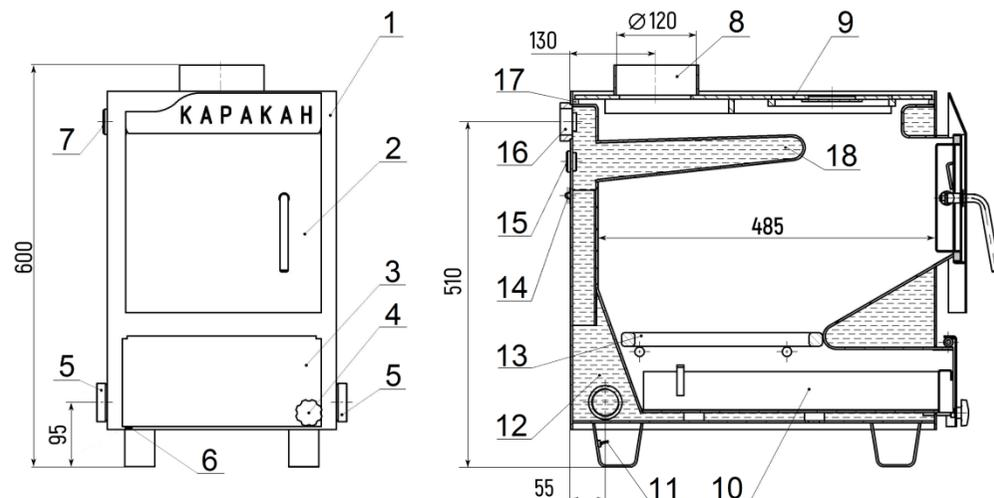

Рисунок 1. Схема котла. Базовая комплектация
- 5.7.** По желанию потребителя на котел можно установить автоматический регулятор тяги (через фланец *7, рис.1*). Крепление для цепи автоматического регулятора тяги находится на дверце зольника. В отсутствие регулятора фланец герметизируется заглушкой G 3/4" – см. комплект поставки на стр. 11.
6.3. Система отопления должна быть оборудована предохранительным клапаном с порогом срабатывания согласно п. 5.9 настоящего паспорта. Клапан устанавливается на корпусе котла (поз. 15 на рис. 1).